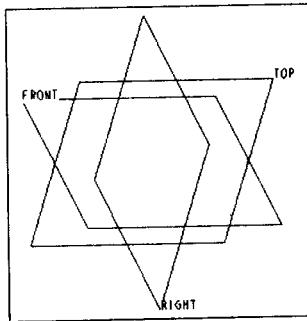

图 1-1 默认的基准平面系
- 基准平面：在特征创建的初始，系统会给出一个默认的基准平面系，如图 1-1 所示。该基准平面系由 3 个相互垂直的基准平面 FRONT、RIGHT 和 TOP 构成。操作者在特征创建过程中可分别选择不同的基准平面作为草绘平面或参考平面。
基本特征的类型有实体特征(也称为草绘特征)、正交基准平面(系统提供的默认方式，见图 1-1 所示)。